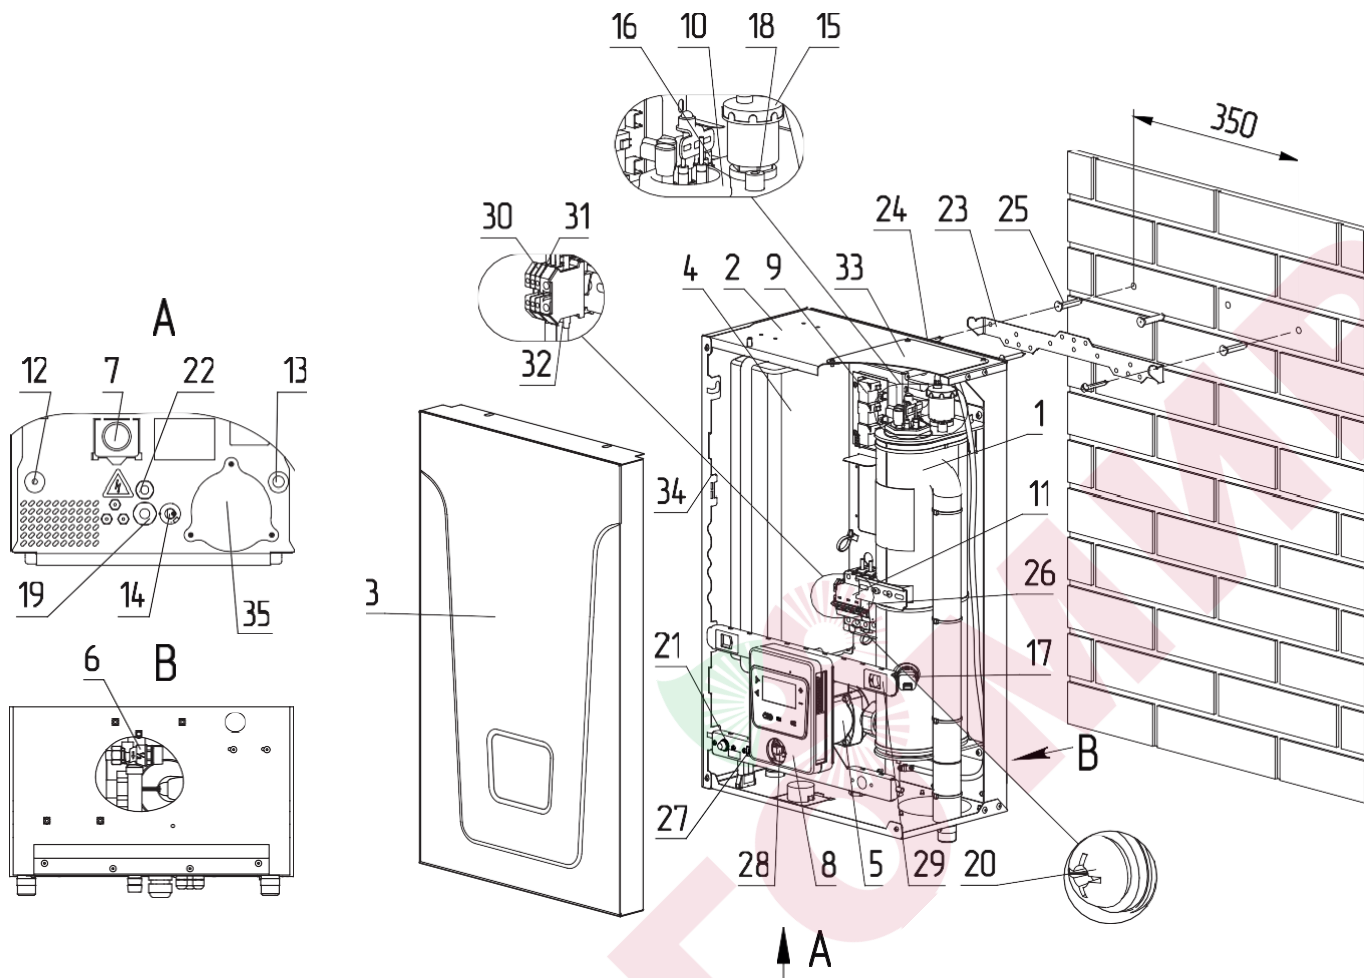

Рис.1 Конструкция котла
- установки запорной арматуры на линии отвода теплоносителя из предохранительного клапана электрического котла (Рис. 1, 2, 3, поз.14);
- Категорически запрещается устанавливать запорную арматуру на патрубок сброса теплоносителя из предохранительного клапана электрического котла (Рис.1, 2, 3, поз.14).